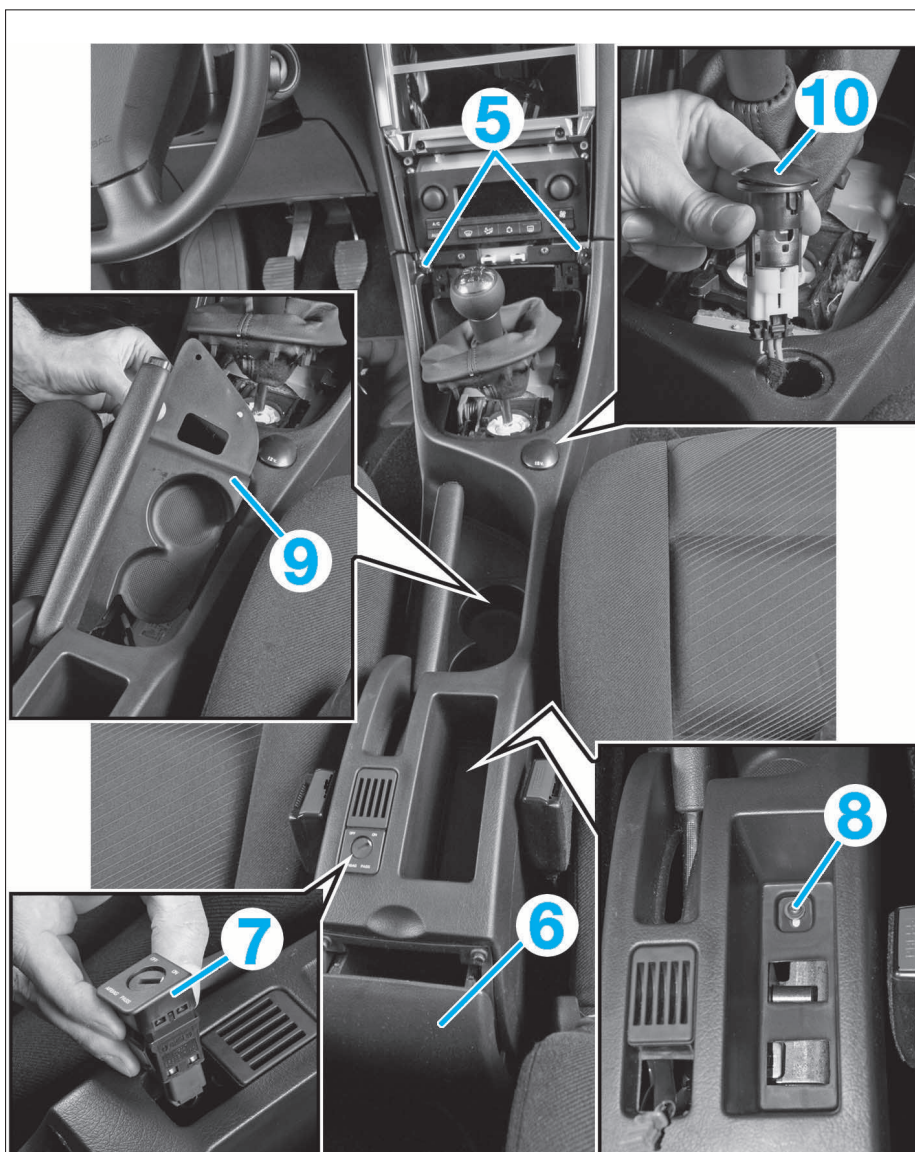

FIG. 25
- Déposer les vis (5) de fixation avant (Fig.25).
- Déposer le cendrier arrière (6) avec son support.
- Extraire l'interrupteur à clé (7) d'inhibition de l'airbag passager, le débrancher puis le déposer.
- Déposer la vis (8) dissimulée sous une garniture en caoutchouc.
- Déposer la garniture (9) sous le levier de frein de stationnement.
- Extraire l'allume-cigare (10), le débrancher puis le déposer.